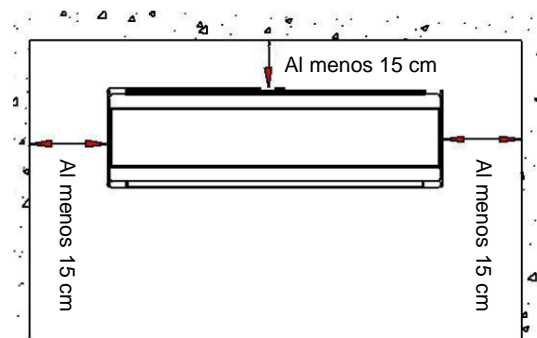

Fig. 1
- Asegure una distancia como la indicada en la Fig.1.
- La parte trasera de la unidad interior debería estar pegada a la pared (Fig.1)